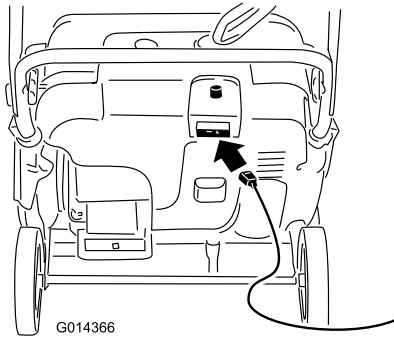
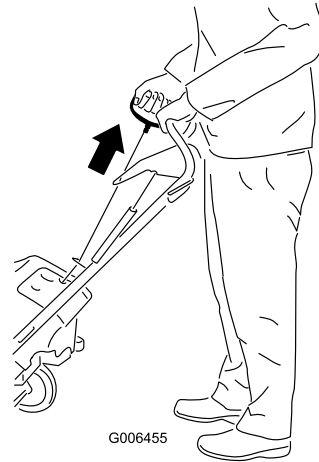

Figure 14
Figure 15
4. Raccordez la rallonge au secteur et à la machine, puis appuyez sur le bouton du démarreur électrique (modèles à démarrage électrique seulement), comme montré à la Figure 14, ou tirez la poignée du lanceur (Figure 15).